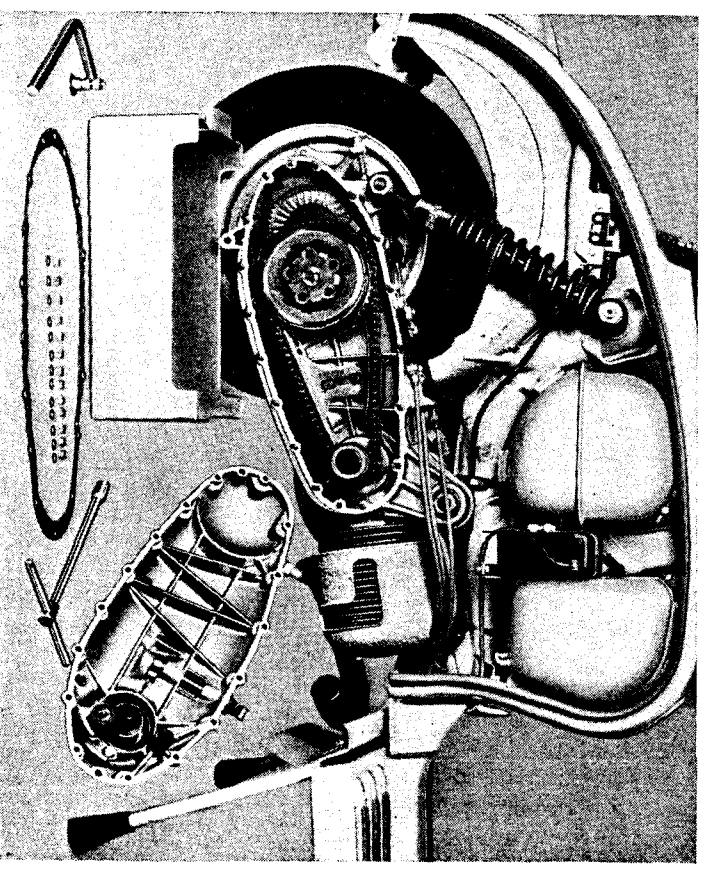

Fig. 2
- 6 Desmontar la tapa del carter: desatornillar las restantes 13 tuercas, véase fig. 2. Para quitar rápidamente las arandelas elásticas debajo de las tuercas, es oportuno utilizar un imán.